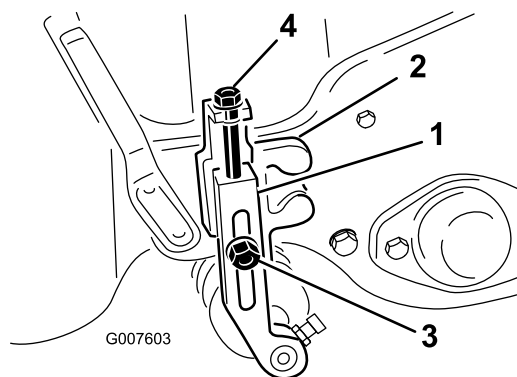

Figura 49
2. Desaperte as porcas de bloqueio que prendem os braços da altura de corte aos suportes da altura de corte (Figura 49).